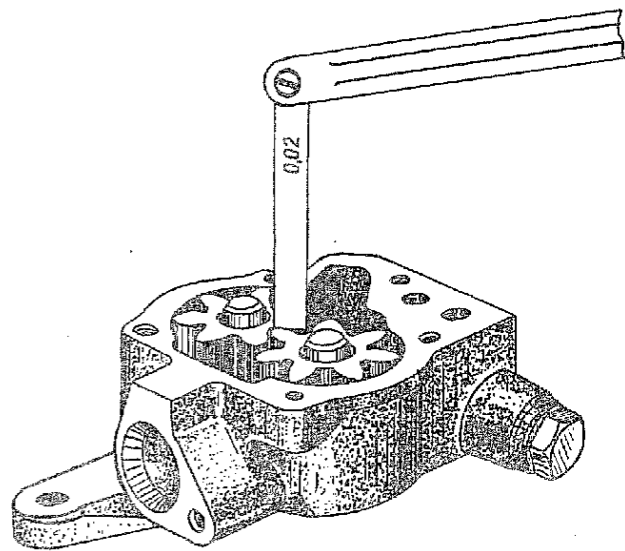

Рис. 106. Проверка бокового зазора между зубьями шестерен масляного насоса
3.8. Проверить боковой зазор (рис. 106) между зубьями ведущей и ведомой шестерен (набор щупов № 2).